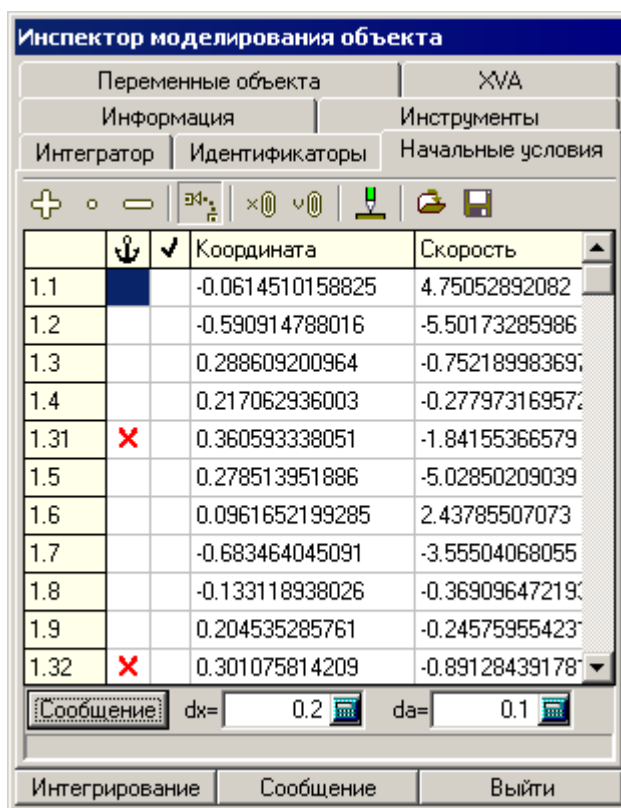

Рис.4.49. Задание начальных условий
Работа с мастером автоматизированного выбора начальных данных (см. рис. 4.49) требует определенных навыков.
*Решение уравнений связей не найдено из-за неудачно выбранного начального приближения.* Измените значения координат с использованием окна на рис. 4.49, приблизив конфигурацию к желаемой, и выполните расчет конфигурации заново.
*Программа рассчитала конфигурацию, которая не устраивает пользователя.* Эта проблема связана с неоднозначностью решения системы нелинейных алгебраических уравнений. Используя мастер задания начальных условий (рис. 4.49), подберите значения координат, близкие к желаемой конфигурации механизма и повторите расчет.